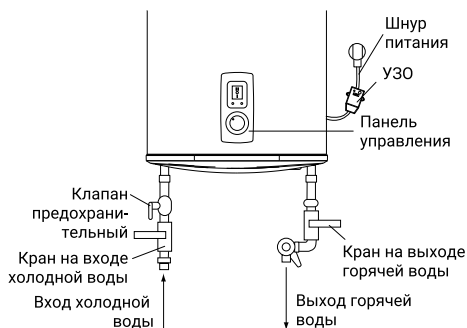

Рис. 7.
3. Предохранительный клапан следует устанавливать в месте входа воды (см. рис. 7).